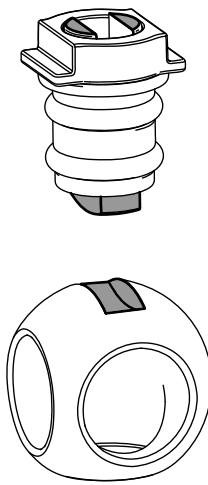

Bild 116
- Setzen Sie die Kugel in das Ventilgehäuse ein (Bild 116).
Hinweis: Der Ventilschaft sollte in den Kugelantriebsschlitz passen. Passen Sie die Position der Kugel an, wenn der Ventilschaft nicht passt (Bild 116).